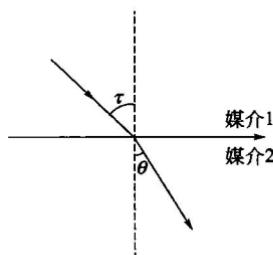

图 1-3 折射定律
① 折射光线在入射光线和法线决定的平面内，折射光线与入射光线分居法线的两侧，如图 1-3 所示。
② 入射角的正弦与折射角的正弦之比等于一个常数（折射率）。